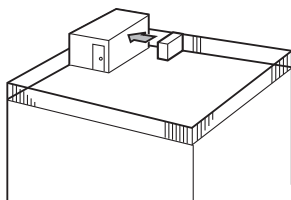

Fig. 2-3
- 1 Расположите прибор так, чтобы выходное отверстие было направлено к самой близкой из доступных стен на расстоянии около 50 см от стены. (Fig. 2-3)